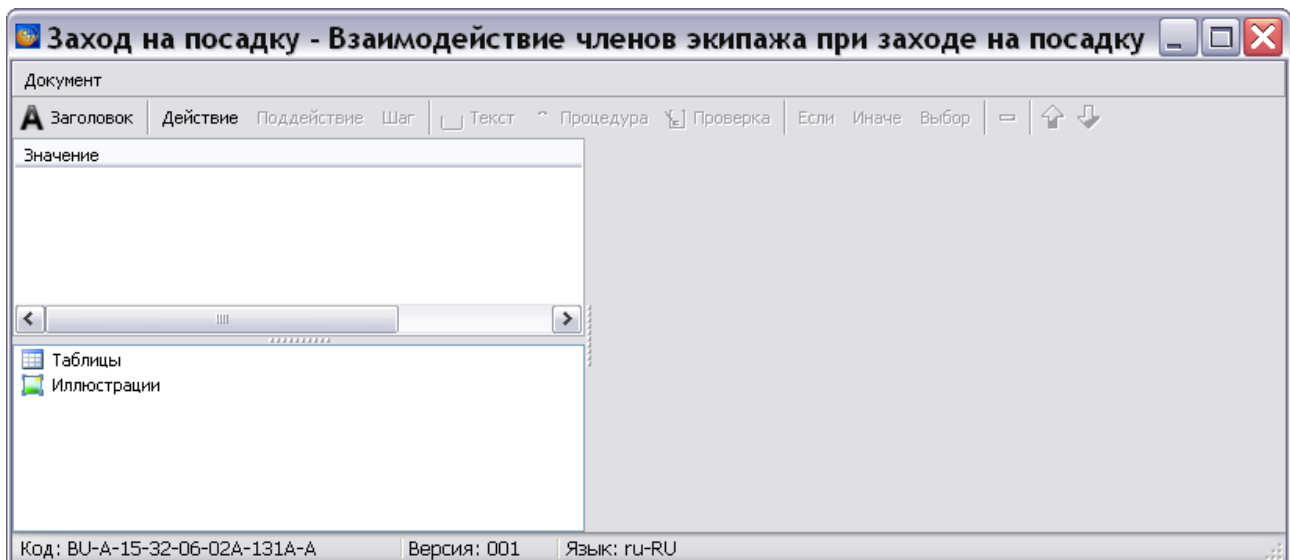

Рис. 13.4
7. Выделите созданную версию модуля данных и нажмите на кнопку  Редактировать. При этом откроется окно редактора (Рис. 13.4).